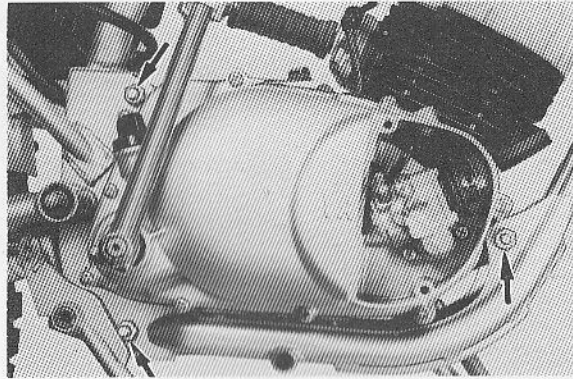

Fig. 3-1-22
3. Remove three engine mounting bolts, and demount the engine. (Figs. 3-1-22 and 3-1-23)
3. Enlever les boulons de montage du moteur (trois), puis déposer le moteur. (Figs. 3-1-22 et 3-1-23)